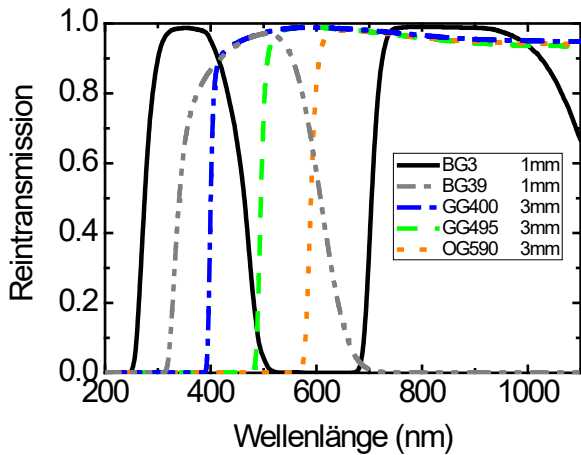

Abb. 2: Reintransmissionsgrad für verschiedene Filter als Funktion der Wellenlänge. Daten aus Ref. [5].
3.2 *Chromatische Aberration* – Bestimmen Sie die Brennweite einer dünnen Plankonvexlinse ( $f \approx 83$  mm) für drei verschiedene Farben. Nutzen Sie für den Abstand von der Linse zum Dia ungefähr  $s = -100$  mm. Es stehen Ihnen 5 verschiedene Farbfilter zur Verfügung (drei Kantenfilter und zwei Bandfilter). Kombinieren Sie jeweils zwei davon, um drei Bandpassfilter mit Maxima bei etwa 400, 500 und 600 nm zu erzeugen (siehe Abb. 2). Messen Sie für die drei Farben jeweils die Brennweite der dünnen Linse aus, indem Sie ein Dia scharf abbilden. Um die Genauigkeit zu erhöhen, wiederholen Sie jede Messung 5 Mal. Überprüfen Sie Ihre Ergebnisse. Entsprechen sie Ihren Erwartungen? Führen Sie eine Messung der Brennweite auch ohne Farbfilter mit weißem Licht durch.